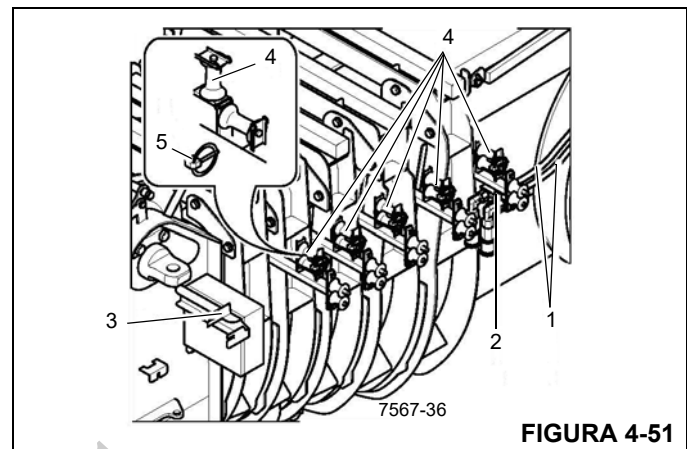

FIGURA 4-51
1. Solte os pinos articulados (5) (Figura 4-51) e dobre as polias guias (4).
2. Solte o alívio de tensão do suporte (3) e conecte-o no suporte (2).
3. Dobre para baixo as polias guia (4) e as prenda com os pinos articulados (5).